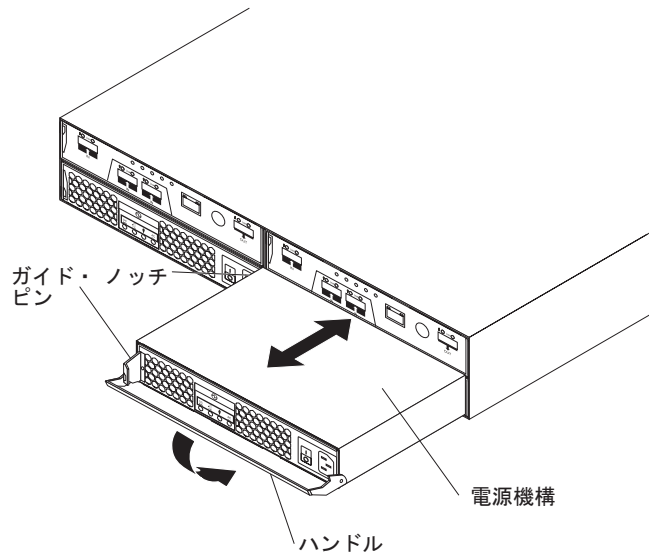

図 66. 電源機構ユニットの交換
電源機構ユニットを交換するには、次の手順を実行します。114 ページの図 66 は、ユニットの取り外しおよび挿入の図を示したものです。
11. 図 66 に示されているように、ハンドルをシャーシからゆっくり引き離し、電源機構ユニットを取り外します。